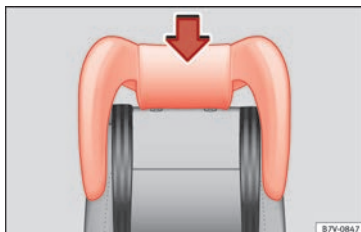

Fig. 93 Asiento integrado para niños: montar el apoyacabezas del mismo.
- Introduzca el apoyacabezas del asiento para niños en las guías del respaldo correspondiente hasta que encastre correctamente »» **fig. 93**.